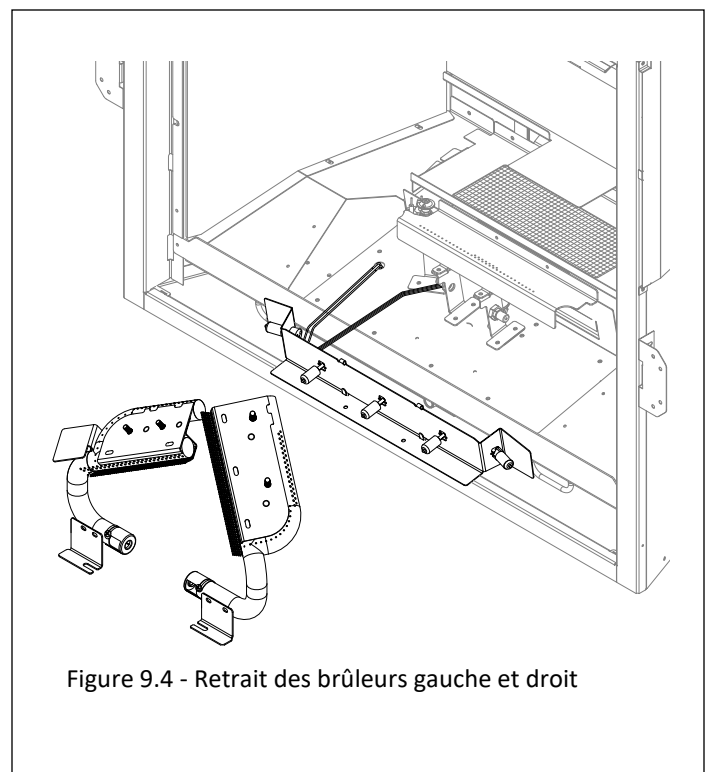

Figure 9.4 - Retrait des brûleurs gauche et droit
4. Desserrez les (2) écrous de 7/16 po pour les brûleurs gauche et droit. Retirez les brûleurs. Voir la figure 9.4.